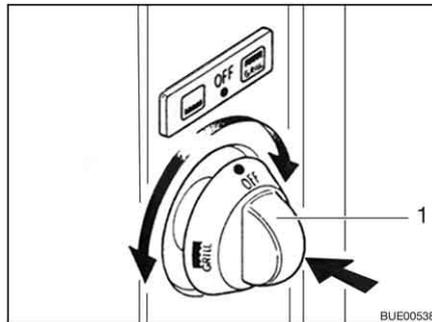

Bild 141 Drehregler
- Drehregler (Bild 141,1) leicht drücken und auf Backen  oder Grillen  stellen.
- Drehregler (Bild 141,1) drücken und gedrückt halten.
- Drehregler (Bild 141,1) drücken und 5 bis 10 Sekunden lang gedrückt halten.
- Drehregler (Bild 141,1) auf "OFF" drehen. Die Flamme erlischt.